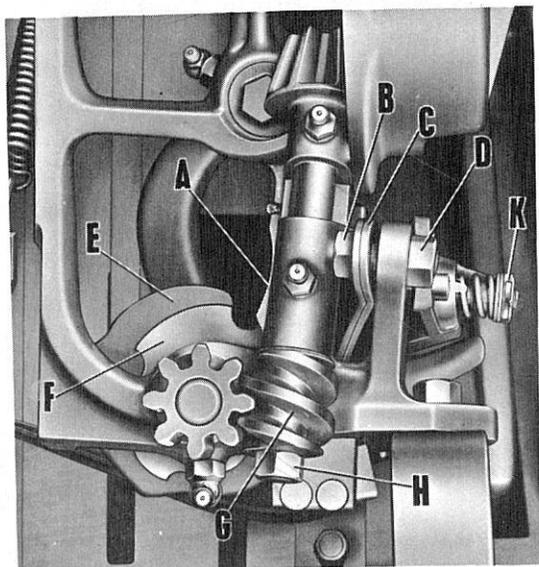
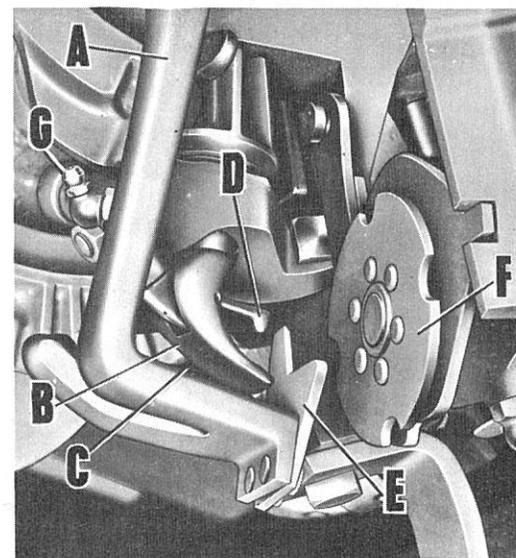

Fig. 39. Réglage du reteneur de ficelle.
Fig. 40. Réglage du bec reteneur et du couteau à ficelle du noeud.
Le reteneur de ficelle (A, Fig. 39) appuie sur la ficelle pour la retenir dans le disque (F, Fig. 39). S'il appuie trop fort, une longueur suffisante de ficelle ne peut pas s'échapper pour former le noeud. Cet excès de tension peut entraîner la rupture de la ficelle par le bec reteneur et faire rater la formation du noeud à l'un ou à l'autre bout de la ficelle entourant la balle. Il causera également l'usure inutile des engranages de la came des noueurs.
D'autre part, si la ficelle est trop lâche, elle peut glisser hors du disque. Si elle s'échappe ainsi, vérifier d'abord que la balle n'est pas trop comprimée avant de procéder à un nouveau réglage, car la ficelle sera sortie d'un reteneur bien réglé par une balle soumise à une trop grande compression. Pour y remédier, diminuer la tension de la balle par la barre du dispositif tendeur automatique. La ficelle peut aussi être tirée hors du disque (F, Fig. 39) si elle est tenue trop serrée par le dispositif (J, Fig. 15) sur le bac à ficelle. Avant de retoucher le reteneur de ficelle (A, Fig. 39) vérifier et si besoin est, corriger ces autres points. On règle la tension sur le
reteneur en desserrant l'écrou de blocage (D, Fig. 39) et en resserrant le boulon (B, Fig. 39) contre les ressorts plats (C, Fig. 39) du reteneur de ficelle. Resserrer ensuite l'écrou (D, Fig. 39). Pour travailler un fourrage humide ou comprimé, augmenter la tension de la ficelle et diminuer cette tension pour travailler un foin léger et cotonneux.
Correctement placé pour recevoir la ficelle, le côté gauche de l'encoche du disque (F, Fig. 39) doit venir à fleur de l'arrêt du nettoyeur (E, Fig. 39) quand ce dernier est déplacé vers la gauche, comme sur la figure. On peut amener le disque à ficelle (F, Fig. 39) dans cette position, en desserrant l'écrou (H, Fig. 39) et la vis sans fin (G, Fig. 39) sur son axe. On peut alors faire tourner cette vis sans fin (G, Fig. 39) autant qu'il se doit pour avancer ou reculer la position du disque. Resserrer ensuite l'écrou de blocage (H, Fig. 39) à fond, pour fixer la vis sans fin en bonne place. Vérifier que les deux noueurs agissent bien en synchronisme.
Une tension convenable sur le bec reteneur est un facteur essentiel pour l'opération de liage, car c'est là que le noeud est formé. Une tension exagérée peut faire que les noeuds restent suspendus au bec, tandis qu'une tension insuffisante entraînera la production de noeuds mal serrés, qui se détacheront. Pour donner à la languette du bec (D, Fig. 40) la tension convenable, retirer la goupille et serrer ou desserrer l'écrou rainuré (K, Fig. 39) par quart de tour, jusqu'à ce que l'on ait obtenu la tension convenable; replacer ensuite la goupille dans l'écrou rainuré. Si le noeud s'ouvre après avoir été noué, ou s'il est très lâche et peut être facilement défait, il se peut que le bec reteneur ne se ferme pas assez serré pour retenir fermement les bouts de la ficelle entre sa languette et sa machoire, tandis que l'arracheur emporte la boucle par dessus les bouts de la ficelle. Ce défaut est dû à la pointe trop effilée de la languette du bec. Pour y remédier, limer légèrement le bout de la languette pour l'arrondir. La languette se resserrera ainsi davantage sur la ficelle. **NOTA:** A la lime, arrondir et ne jamais effiler le bout de la languette du bec reteneur.
Comme le bec reteneur (B, Fig. 40) pivote et enlève la ficelle du disque (F, Fig. 40), le couteau (E, Fig. 40) bascule entre le bec et le disque, en tranchant la ficelle. Le flasque de l'arracheur (C, Fig. 40) descend le long du talon du bec (B, Fig. 40) et arrache du bec la boucle du noeud, ce qui achève celui-ci. Le flasque de l'arracheur doit rester constamment en contact avec la surface incurvée du talon du bec et exercer une pression suffisante pour arracher le noeud du bec, mais s'il est nécessaire d'ajuster le couteau pour augmenter son écartement des autres pièces du noeud, on cambrera le bras du couteau (A, Fig. 40) très soigneusement et légèrement pour obtenir l'écartement voulu. Avoir soin de ne pas modifier les positions relatives de l'arracheur et du bec reteneur. Ils doivent se toucher sans excès pour ne pas user exagérément la came des noueurs. Si un ajustement sensible doit intervenir, enlever le bras du couteau et la cambrer dans un étau.
8. Les aiguilles étant enfilées de ficelle, faire tourner lentement le volant jusqu'à ce qu'elles atteignent le point mort haut et vérifier alors la position de la ficelle contre les becs reteneurs. Si le réglage est bon, les doigts la retiendront contre le bec (B, Fig. 40) pour l'empêcher de s'échapper lorsque le bec commence à pivoter (Voir Fig. 38c).